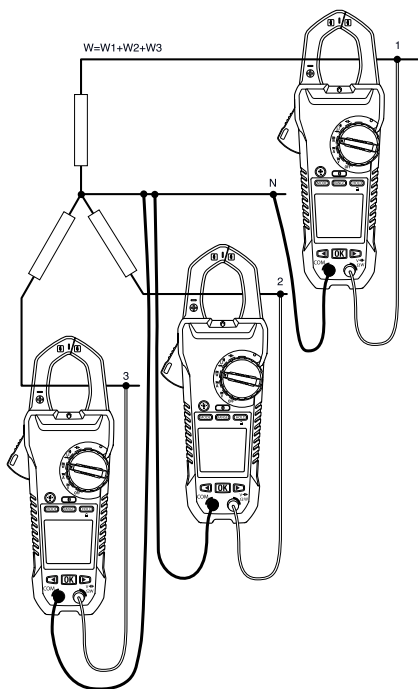

Figura 5.4 Misurazione su una configurazione trifase a quattro fili
La potenza di una configurazione trifase a quattro fili viene misurata in tre passi, come mostrato nella figura 5.4. La potenza totale è la somma di tre misure: $W = W_1 + W_2 + W_3$.
3. Effettuare tre misurazioni della potenza attiva, come mostrato nella figura 5.4.